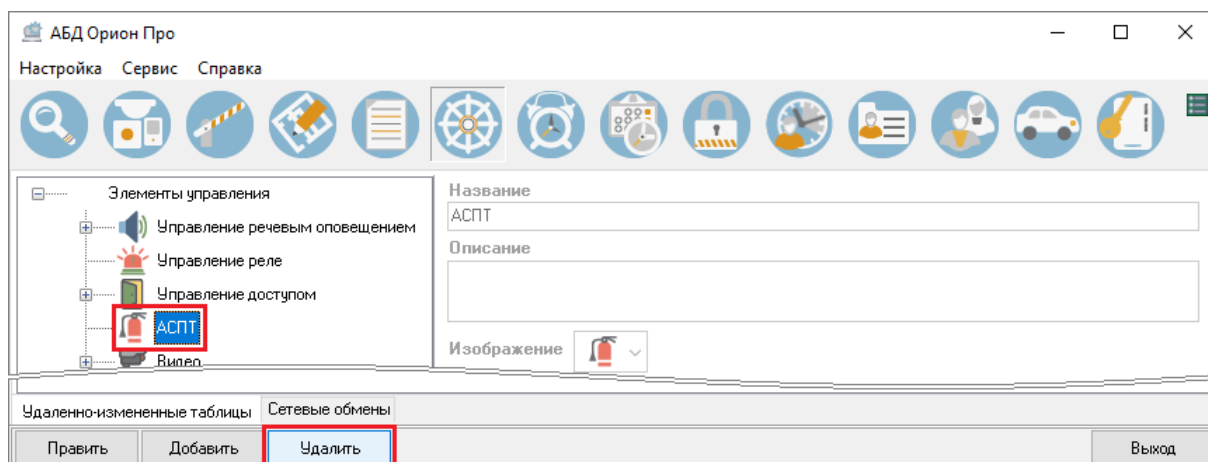

Рисунок 6-691 Инициализация удаления элемента управления
- 2) нажмите кнопку «Править» для перехода в режим редактирования выбранного элемента управления (см. Рисунок 6-691);